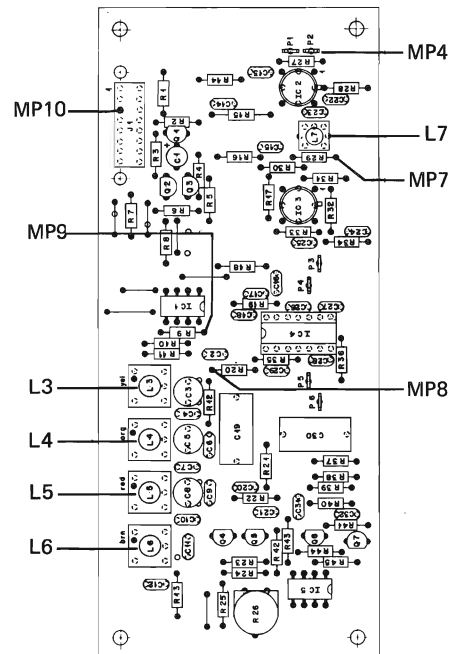

Fig. 4.5
- Reliez le voltmètre HF au point de mesure MP7 (R29, IC3 broche 1, 1.726.750, fig 4.5) et alignez L7 au maximum de tension (env. 400mV).
- Raccordez le voltmètre BF au point de mesure MP9 (J1 broche 2, 1.726.750, fig. 4.5).
- Mettez l'appareil hors tension et retirez avec soin IC 4 de son socle. Raccordez le générateur et le fréquencemètre à MP8 (R20, fig. 4.5).